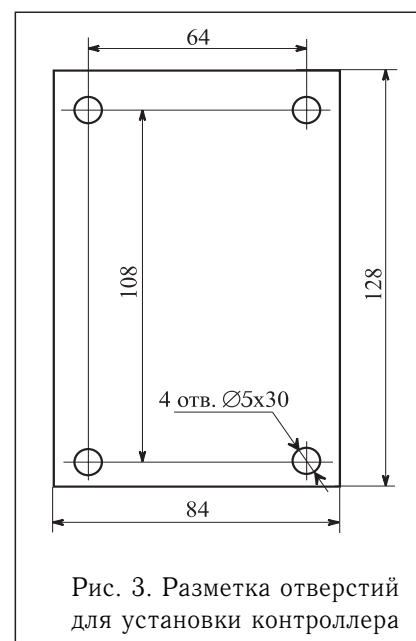

Рис. 3. Разметка отверстий для установки контроллера
- Снимите пластиковую рамку с корпуса контроллера, произведите разметку отверстий для крепления контроллера согласно рис. 3. Просверлите отверстия и вставьте в них пластмассовые дюбели.